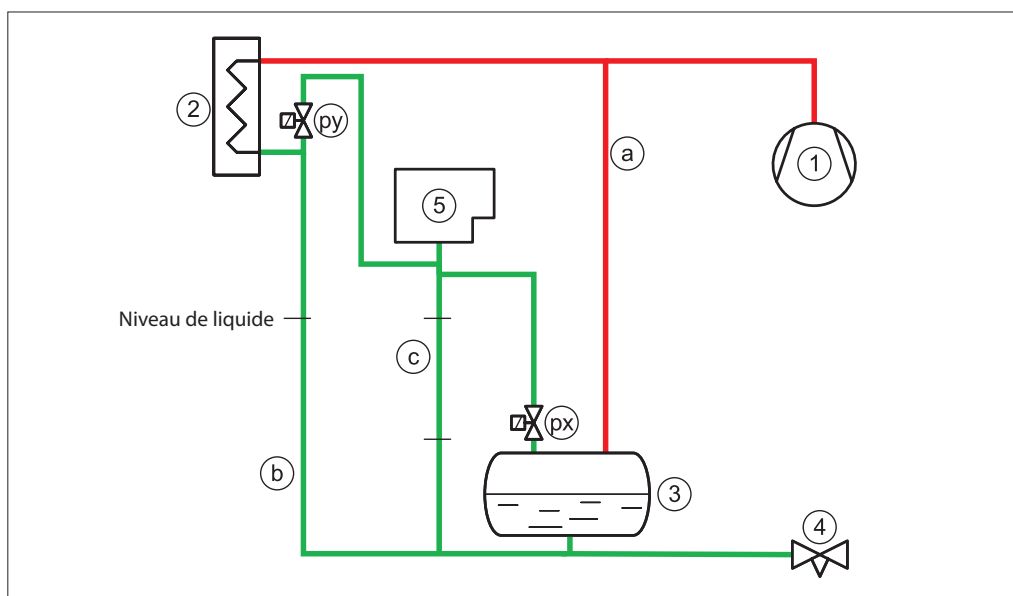
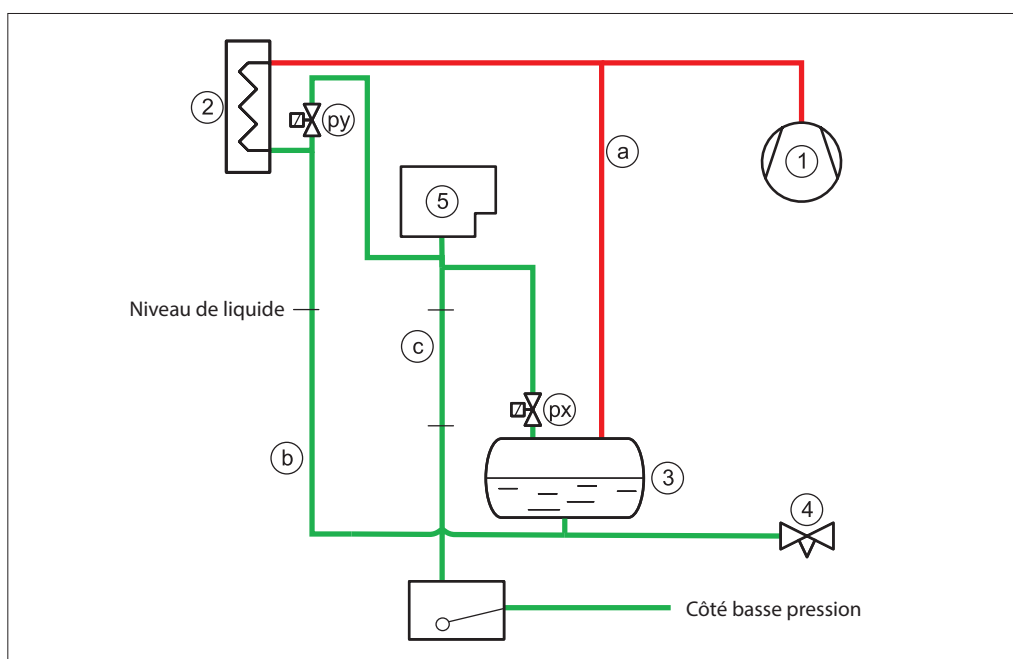

Fig. 6 Raccords de purge (px) et (py). La canalisation de vidange (c) doit être en pente verticale/descendante
Fig. 7 Raccords de purge (px) et (py). La canalisation de vidange (c) doit être en pente verticale/descendante
Les emplacements corrects pour raccorder le purgeur d'air à l'installation à l'ammoniac sont les suivants : (Voir Fig. 6 et Fig. 7)
via une vanne à flotteur HP (6) vers le côté basse pression (voir Fig. 7).